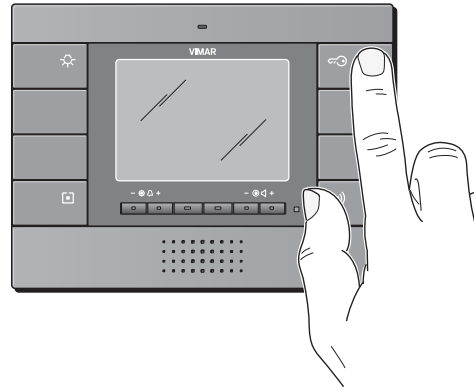

Figura 12
- Premere e mantenere premuto, per almeno 3 secondi, il tasto **B** (funzione apriporta) (figura 12);